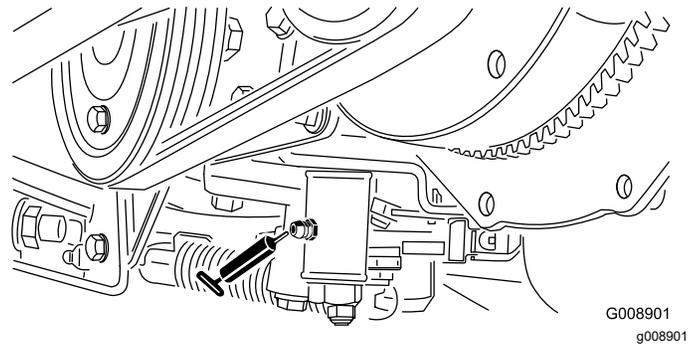

Figure 63
- Mécanisme de réglage du point mort (Figure 63)